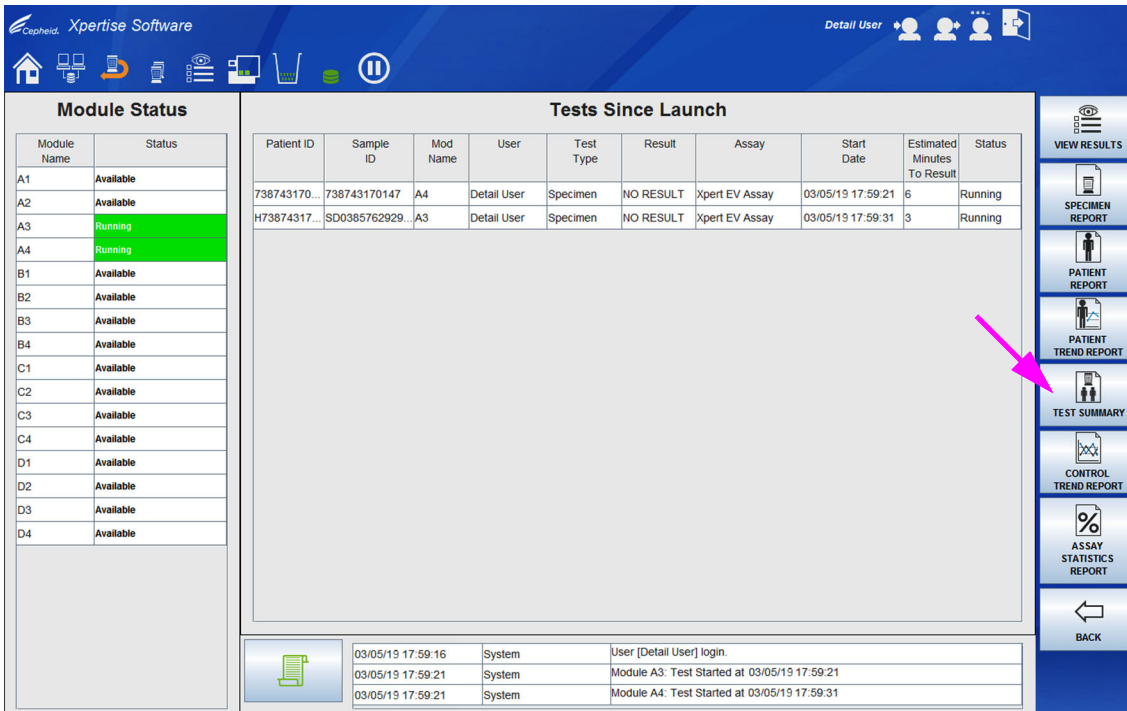
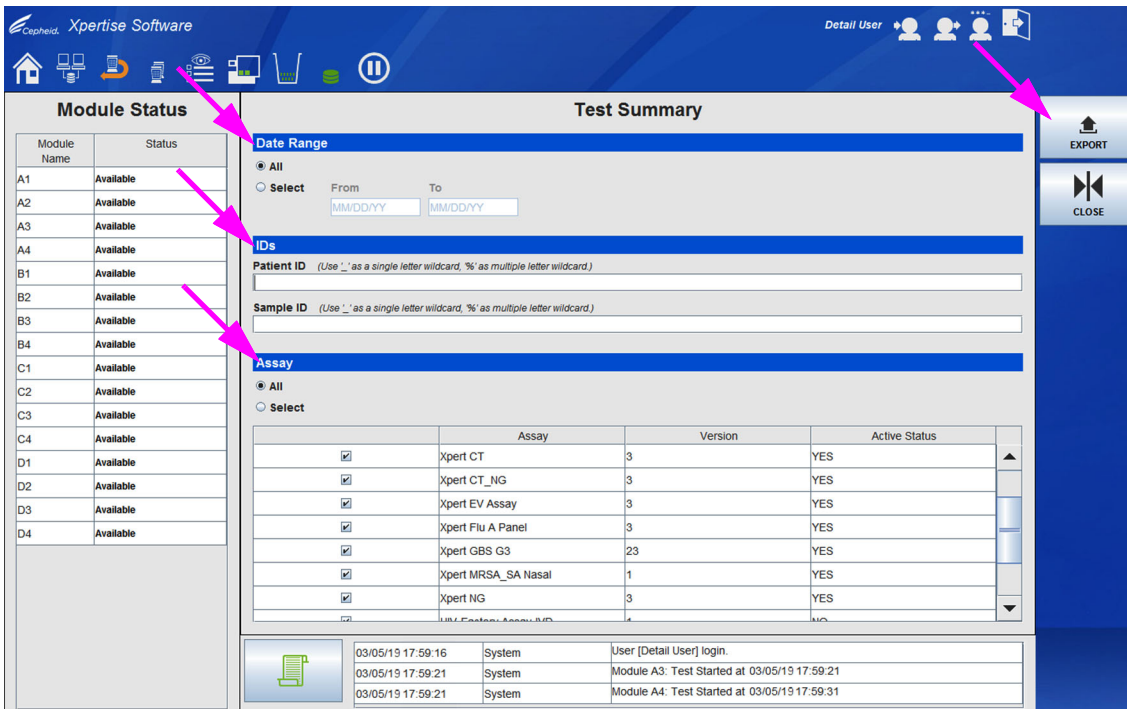
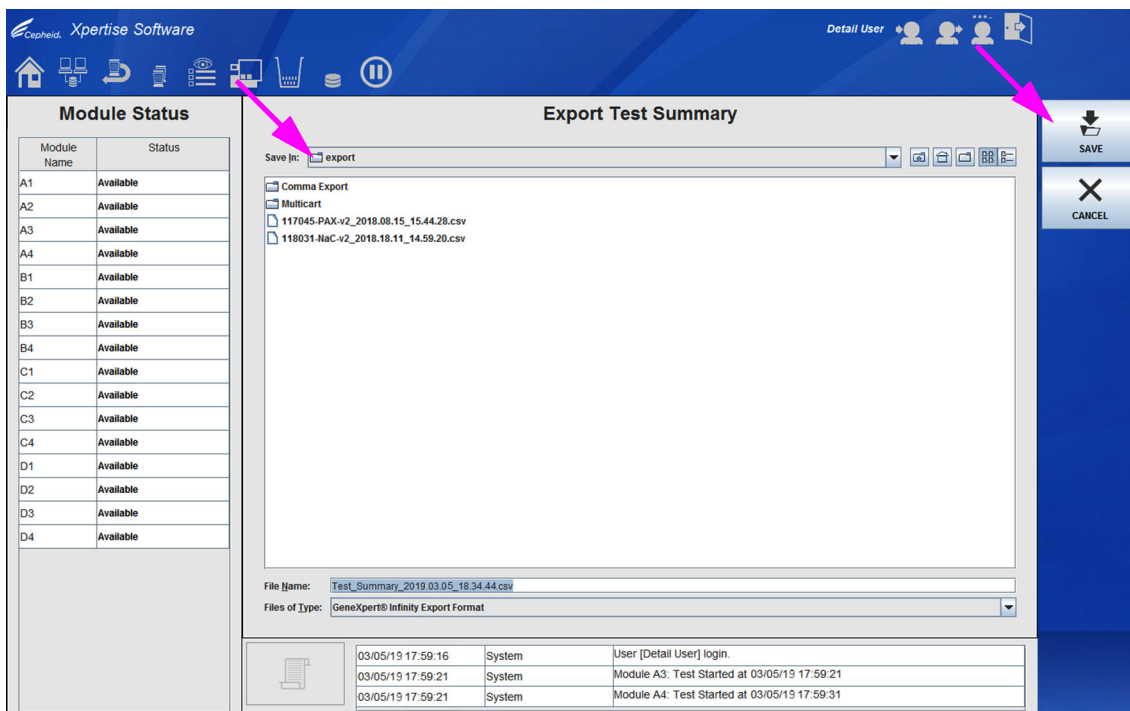

Figura 10-83. Página inicial do software Xpertize a mostrar o menu Results (Resultados)
Figura 10-84. Área de trabalho Test Summary (Resumo do teste)
Figura 10-85. Área de trabalho Export Test Summary (Exportar resumo do teste)
1. Na área de trabalho inicial do software Xpertise, selecione o botão **RESULTS (RESULTADOS)** (ver Figura 10-60). O menu Results (Resultados) é exibido. Consulte a Figura 10-83.
2. No menu Results (Resultados), selecione o botão **TEST SUMMARY (RESUMO DO TESTE)** (ver Figura 10-83). É apresentada a área de trabalho Test Summary (Resumo do teste). Ver Figura 10-84.
Quando esta opção está selecionada, as quadrículas selecionadas na coluna **Select (Selecionar)** na tabela do ensaio irão ser selecionadas para os ensaios listados. Ver Figura 10-84.
- Selecione o botão **EXPORT (EXPORTAR)** (ver Figura 10-84). Será apresentada a área de trabalho Export Test Summary (Exportar resumo do teste). Ver Figura 10-85.
- Na área de trabalho Export Test Summary (Exportar resumo do teste) (ver Figura 10-85), verifique a localização para guardar o relatório e selecione o botão **SAVE (GUARDAR)**. O ficheiro será guardado como um ficheiro .csv na localização selecionada.